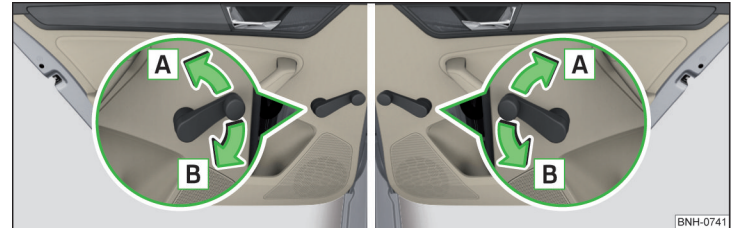

Abb. 49 **Fensterbedienung: links/rechts**
- Zum **Öffnen** die Kurbel in Pfeilrichtung **A** drehen » Abb. 49.